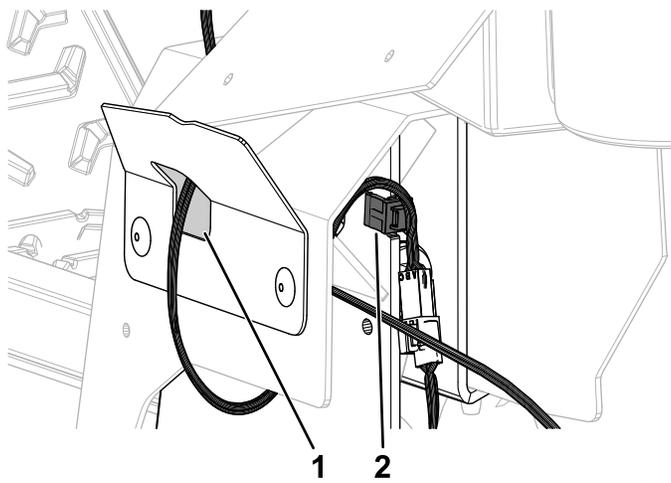

Figura 8
2. Enrute el arnés de cables de la palanca de control de movimiento a través del orificio de la chapa de la cubierta izquierda (Figura 8).
3. Sujete el arnés de cables a la muesca de la placa de control de movimiento izquierda (Figura 8).